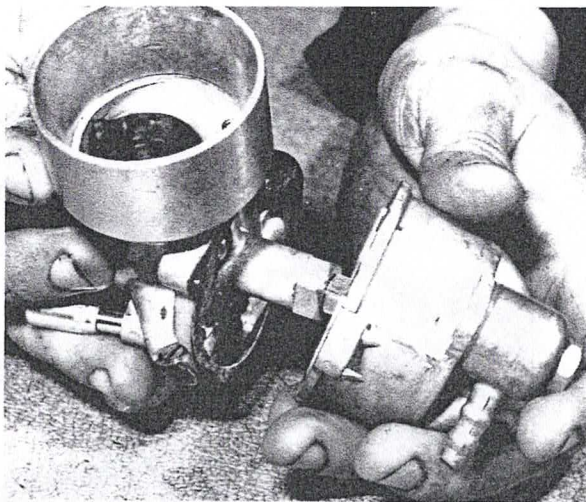
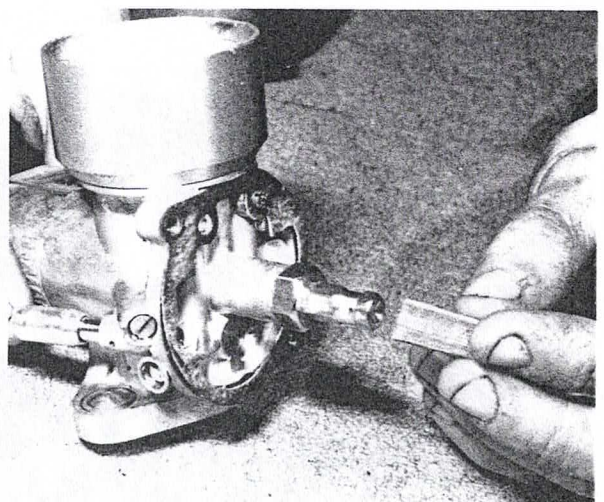
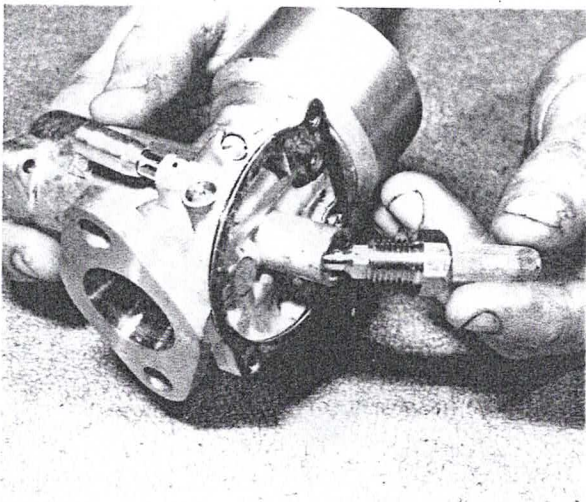

Bild 102
Bild 103
Bild 104
- Nach dem Ausbau der Schwimmerkammer ist der Düsenstock mit der Hauptdüse und der Nadeldüse zugänglich (Bild 102). Die Hauptdüse ist im Düsenstock eingeschraubt und muss als erste von der Schwimmerkammerseite her ausgeschraubt werden. Dann ist der Düsenstock mit der Nadeldüse auszuschrauben (Bild 104). Die Nadeldüse ist von oben im Düsenstock eingeschraubt und kann daher erst nach dem Ausbau des Düsenstockes ausgeschraubt werden. Die Schieberanlassschraube und die Leerlaufgemisch-Regulierschraube müssen nicht unbedingt ausgebaut werden. Über der Hauptdüse sitzt ein Siebfilter, das einfach abgezogen werden kann (Bild 103).